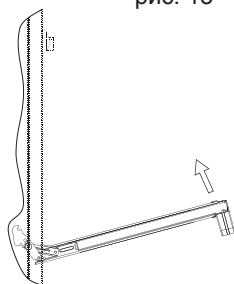

рис. 14
2. Прикрыть дверцу до упора, не прикладывая усилия, пока упоры не зафиксируют шарниры (рис. 14);